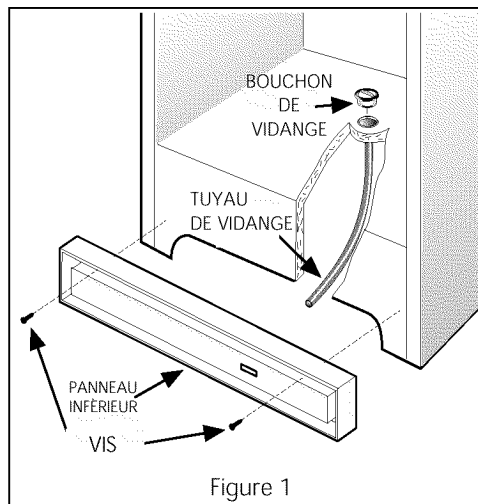

Figure 1
2. Enlevez le panneau inférieur (certains modèles) en dévissant les deux vis de l'avant du panneau (figure 1).
- **Sur les modèles verticaux** avec vidange de l'eau de dégivrage (figure 1), enlevez le bouchon de vidange au fond du congélateur en le tirant vers vous. Le tuyau de vidange est situé près du centre gauche sous le congélateur, derrière le panneau inférieur. Placez un plat creux sous le tuyau de vidange. L'eau du dégivrage va s'y écouler. Vérifiez de temps à autre que l'eau ne déborde pas. Remettez le bouchon en place lorsque dégivrage et nettoyage sont terminés. Si la vidange est restée ouverte, de l'air chaud peut entrer dans le congélateur.